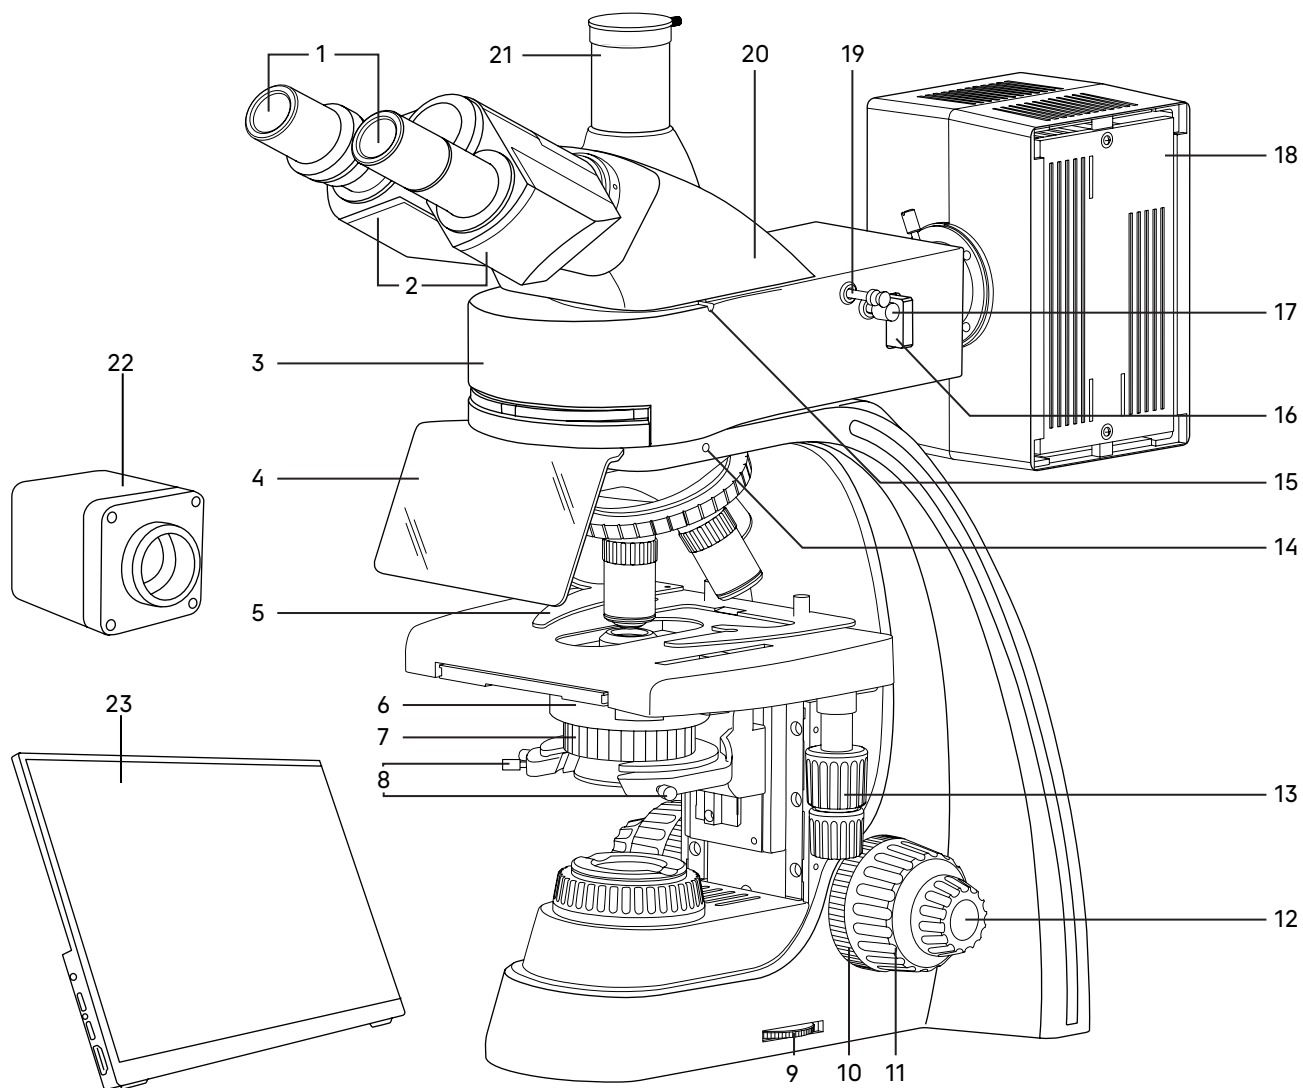
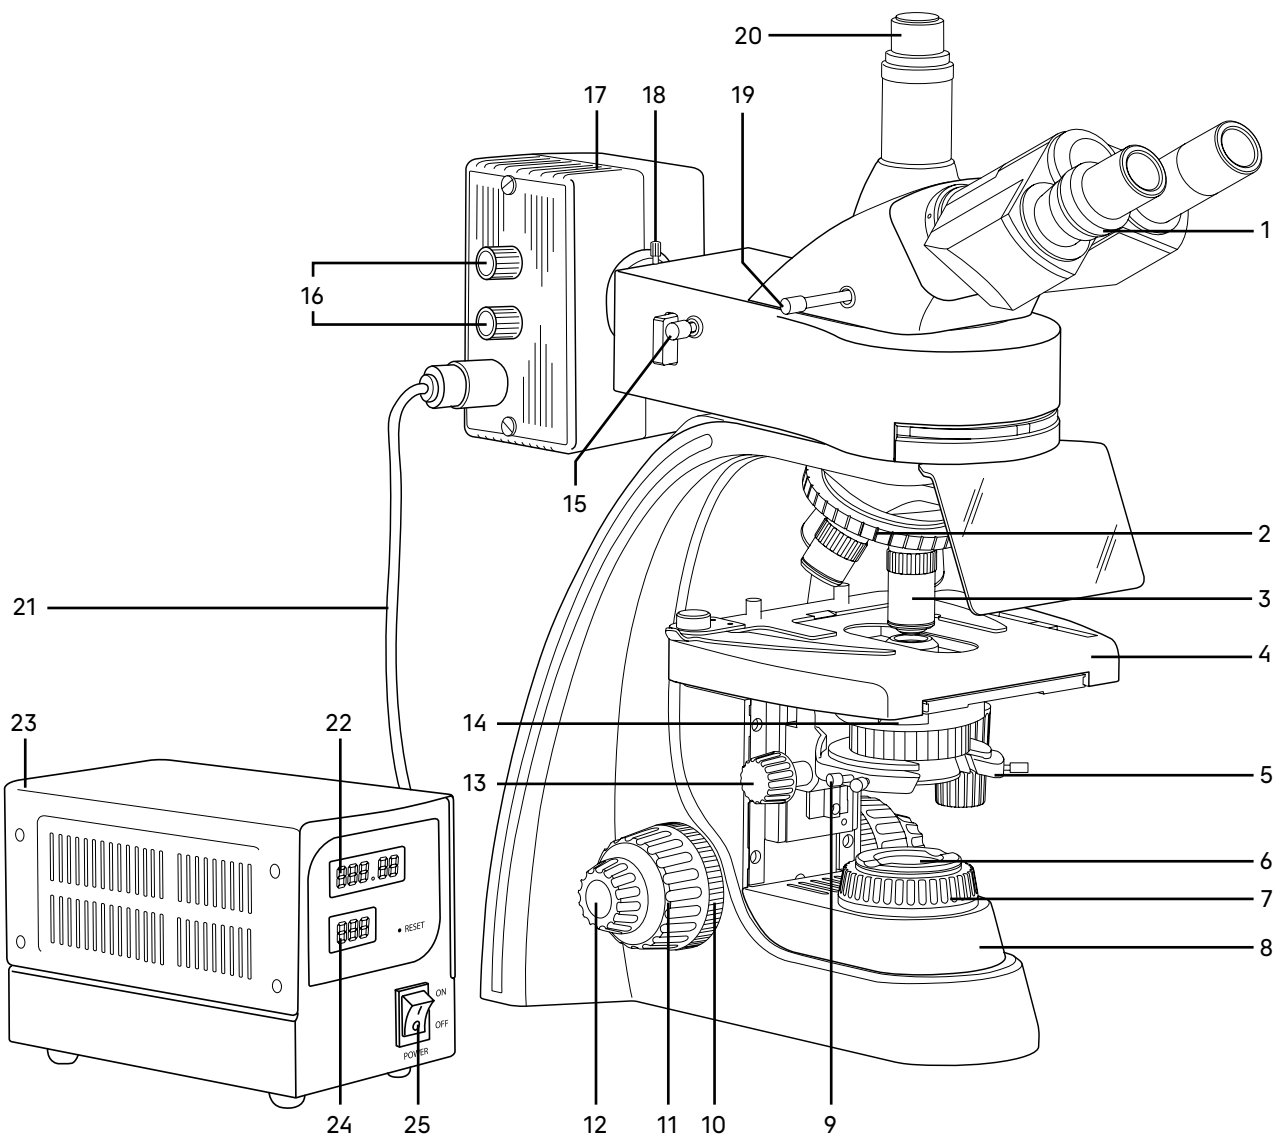

Рис. 1. Микроскоп MAGUS Lum D400 LCD. Вид справа
Рис. 2. Микроскоп MAGUS Lum D400 LCD. Вид слева
Полный состав микроскопа указан в разделе 8 данного руководства по эксплуатации. Общий вид микроскопа представлен на рис. 1 и 2.
Штатив 8 (рис. 2) представляет собой цельную конструкцию с основанием. Основание имеет Y-образную устойчивую эргономичную форму.
- револьвер 2 (рис. 2) с объективами 3 (рис. 2);
- предметный столик 4 (рис. 2);
- кронштейн конденсора 5 (рис. 2);
- коллектор в оправе с полевой диафрагмой 6 (рис. 2).
Ручка 9 (рис. 1) служит для регулировки напряжения питания источника проходящего света.
Фокусировка на объект осуществляется перемещением по высоте предметного столика 4 (рис. 2). Грубая фокусировка производится вращением коаксиальных рукояток 11 (рис. 1, 2), которые размещены по обеим сторонам штатива.
Тонкая фокусировка производится вращением рукояток 12 (рис. 1, 2), расположенных по обеим сторонам штатива. Тонкая фокусировка требуется для точного фокусирования на объект и для подфокусировки микроскопа на резкость изображения при смене объективов и препаратов.
Механизм регулировки жесткости хода грубой фокусировки 10 (рис. 1) – кольцо между штативом и рукояткой грубой фокусировки с правой стороны. С помощью кольца регулируется жесткость хода грубой фокусировки так, чтобы жесткость была комфортной для пользователя, но при этом столик не опускался самопроизвольно во время работы.
Рукоятка блокировки грубой фокусировки 10 (рис. 2) расположена с левой стороны. После завершения грубой фокусировки рекомендуется перевести рычаг в крайнее положение в направлении по часовой стрелке. Таким образом закрепится положение грубой фокусировки для быстрой рефокусировки после смены препарата.
Насадка 20 (рис. 1) обеспечивает визуальное наблюдение изображения объекта. Насадка устанавливается в отверстие верхнего фланца корпуса люминесцентной насадки 3 (рис. 1) и закрепляется винтом 15 (рис. 1). Насадку при установке развернуть окулярами в сторону предметного столика.
Изменение межзрачкового расстояния в насадке осуществляется разворотом окулярных тубусов 2 (рис. 1) в пределах 48–75 мм. Значение расстояния, установленного в соответствии с глазной базой наблюдателя, отсчитывается по шкале на насадке.
Механизм диоптрийной подвижки окуляров служит для компенсации аметропии глаз наблюдателя. Находится на левом окулярном тубусе – кольцо 1 (рис. 2). Второй окулярный тубус насадки неподвижный.
В вертикальный тубус 21 (рис. 1) корпуса визуальной насадки (канал визуализации) для фиксации камеры устанавливается переходник C-mount 20 (рис. 2). Камера служит для вывода изображения на экран компьютера или монитор/телевизор. Переключение светового потока на вертикальный тубус производится рукояткой 19 (рис. 2). Рукоятка имеет два положения: 100/0 и 0/100.
В комплект микроскопа входят окуляры 1 (рис. 1). Окуляры имеют высокое положение выходного зрачка и предназначены для работы как в очках, так и без них.
Револьверное устройство 2 (рис. 2) обеспечивает установку пяти объективов 3 (рис. 2). Смена объективов производится вращением револьверного устройства за конусную рифленую поверхность до фиксированного положения.
Объективы 3 (рис. 2) рассчитаны на длину тубуса «бесконечность». Парфокальная высота объективов составляет 45 мм, линейное поле зрения в плоскости изображения – 22 мм. Рассчитаны для работы с препаратами с толщиной покровного стекла 0,17 мм или без покровного стекла. Микроскоп укомплектован объективами-планахроматами с увеличением 4х, 10х, 40х (люминесцентный), 100х. Дополнительно возможна комплектация объективом-планахроматом 20х и 60х и люминесцентным планахроматом 10х.
Конденсор 6 (рис. 1) установлен в кронштейн 5 (рис. 2) под предметным столиком микроскопа. Тип крепления конденсора – «ласточкин хвост». Конденсор устанавливается по направляющим при поднятом столике и опущенном кронштейне. Перемещение конденсора вдоль оптической оси микроскопа осуществляется с помощью рукоятки перемещения кронштейна конденсора 13 (рис. 2), расположенной слева от наблюдателя под столиком микроскопа. Диапазон перемещения конденсора – не менее 33 мм.
Конденсор имеет слот 14 (рис. 2) для установки слайдера темного поля или слайдера фазового контраста.
Кронштейн конденсора имеет пружинный держатель, с помощью которого двумя винтами 8 (рис. 1) конденсор центрируется в оптической оси. Фиксация конденсора в держателе осуществляется винтом 9 (рис. 2).
Ирисовая апертурная диафрагма регулируется (открывается/закрывается) кольцом 7 (рис. 1) Для достижения наилучшего качества изображения рекомендуется прикрывать апертурную диафрагму конденсора светлого поля приблизительно на 1/3 диаметра выходного зрачка объектива.
Двухкоординатный предметный столик 4 (рис. 2) обеспечивает перемещение объекта в двух взаимно перпендикулярных направлениях с помощью рукояток 13 (рис. 1), расположенных на одной оси.
У столика отсутствует выдвижная зубчатая рейка по оси X, что повышает эргономичность работы. Механизм с ременной передачей плавно перемещает объект. Объект крепится на поверхности столика препаратодержателем 6 (рис. 1), для чего прижим отводится в сторону. Препаратодержатель крепится к столику при помощи двух винтов. При снятом препаратодержателе объект можно перемещать рукой.